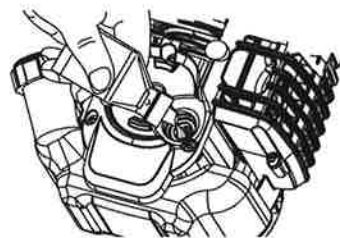

Fig. 21
6. Si el nivel de aceite no está tocando la rosca más interior del agujero de llenar aceite, añada una pequeña cantidad al agujero de llenar aceite y vuelva a comprobar (Fig. 21). Repita este procedimiento hasta que el nivel de aceite alcance la rosca más interna del agujero de llenar aceite.